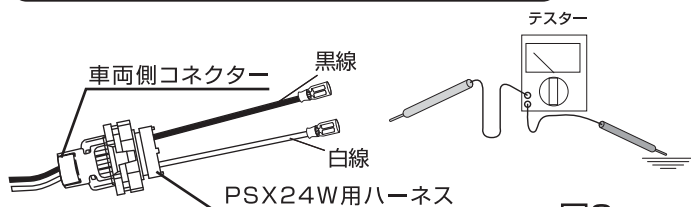

図8
- 6-2. PSX用ハーネスのギボシ端子メスの白線と黒線のどちらの配線が(+)プラス/(-)マイナスなのかテスターを使い、確認してください。(図8)